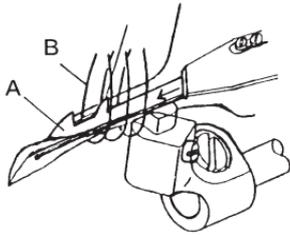

Fig.33-1
1. 当活动刀片(A)往左边移时, 必须通过针线之线环(B)。(图 33-1)